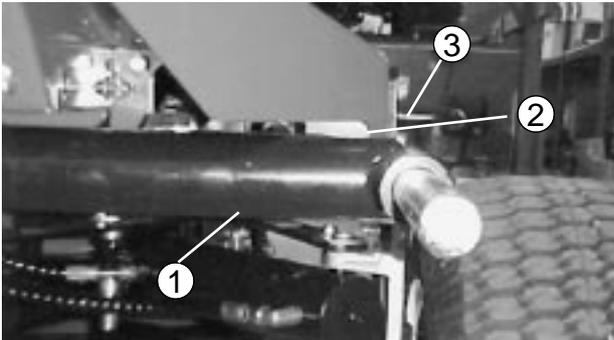
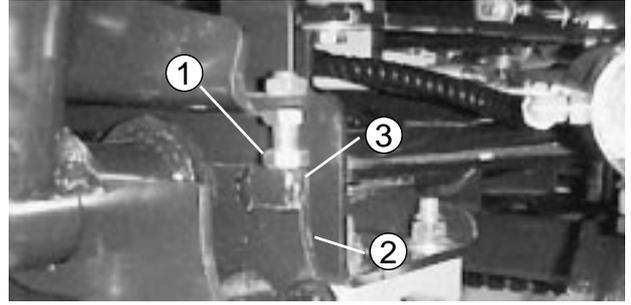
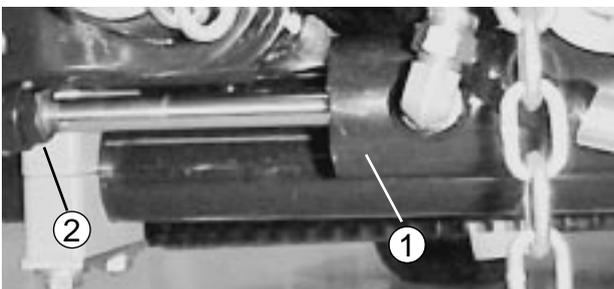

図24
図26
図25
昇降アームを調整する（図24～28）
1. エンジンを始動し、昇降アームを上昇させ、各昇降アームとフロア・プレート・ブラケットの間のすきまを測定する（図24）。この値が4.6～8.1 mmの間でない場合は、ストップ・ボルト（図26）を戻し、シリンダを調整して隙間を作る。シリンダの調整は、ジャムナット（図25）を戻し、ロッドの端部からピンを抜いてクレビスを回転させて行う。調整が終わったらピンを取り付けて隙間の大きさを確認し、必要に応じて再調整し、ナットを締める。
2. 各昇降アームとストップ・ボルトとの隙間（図26）が0.13～1.0 mmの間にあるかどうか点検する。この範囲になればストップ・ボルトを調整します。